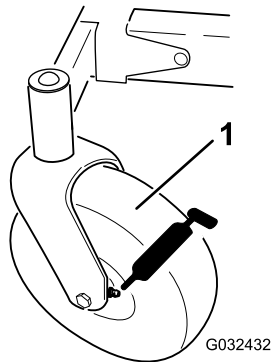
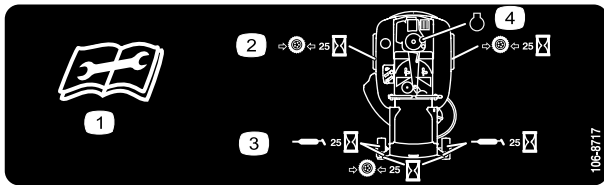

Figura 32
Figura 33
3. Limpie con un trapo los puntos de engrase (Figura 32 y Figura 33).
4. Conecte una pistola de engrasar a cada punto de engrase (Figura 32 y Figura 33).